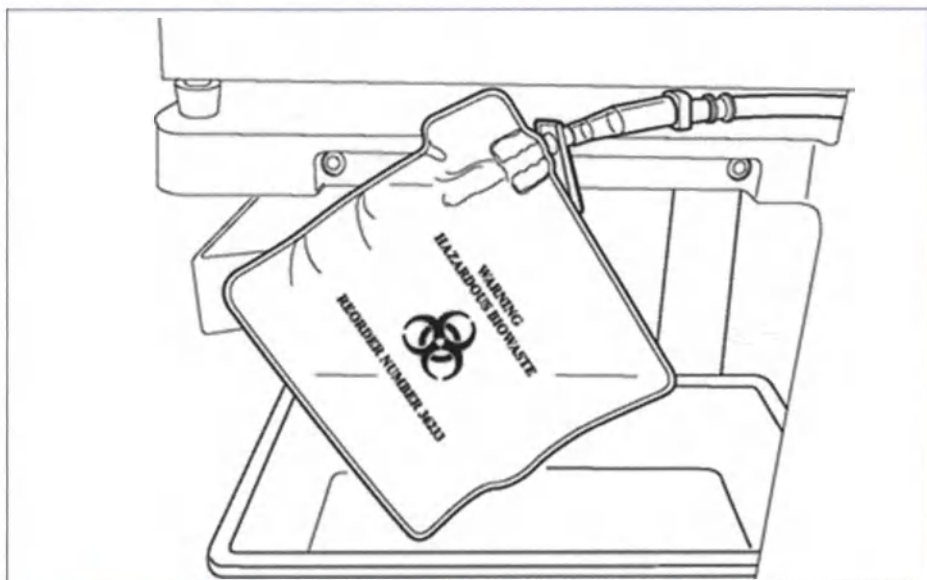

Рисунок 48. Мешок для биологически опасных отходов свисает с лотка
3. Проверьте отсутствие перекручиваний и загибов трубок, после чего оставьте мешок вместе с трубкой висющим на трубке слива (см. Рисунок 48).